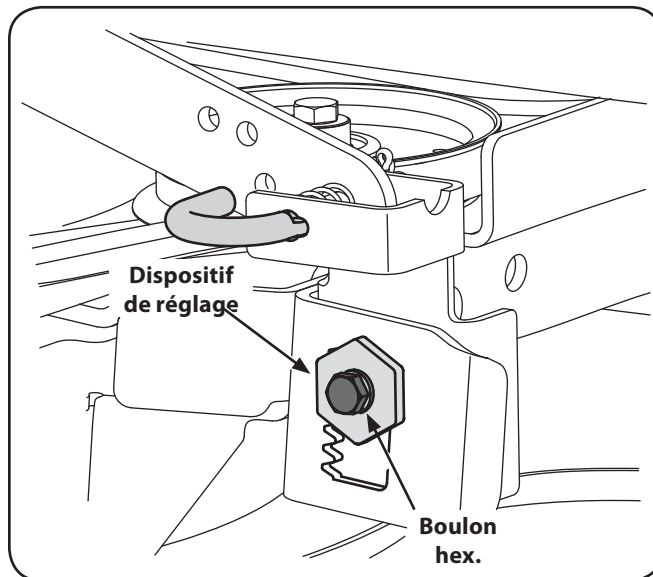

Figure 6-5
3. Desserrez, sans le retirer, le boulon hex. sur le crochet de support gauche du plateau de coupe. Voir la Figure 6-5.
4. Utilisez une clé pour relever ou abaisser le côté gauche du plateau de coupe en tournant la roulette de réglage. Voir la Figure 6-5.